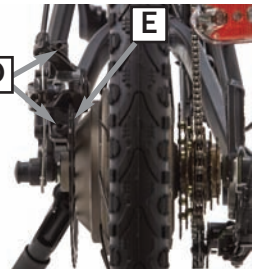

Abb. 14
Meist reicht es bereits aus, die Zugspannung leicht nachzustellen. Hierzu die Stellschraube **F** (Abb. 14) etwas anziehen. Sollte die Nachjustierung zu stark gewesen sein, die Schraube einfach wieder ein wenig in die entgegengesetzte Richtung drehen.
1. Am Schaltdrehgriff (16) die Kette auf das kleinste Ritzel am Schaltwerk (4) schalten.
2. Die Stellschraube **L** (Abb. 14) solange drehen, bis die Kettenleitrolle exakt unter dem kleinsten Ritzel steht.